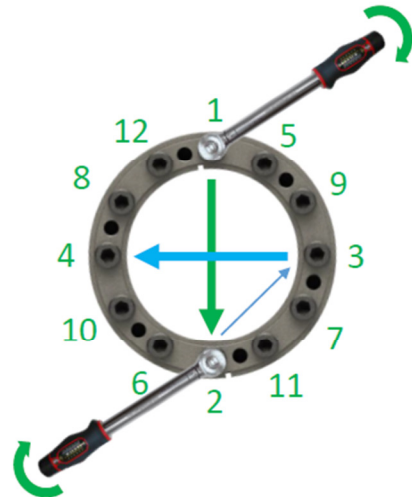

Imagen 4
5. Ajustar la llave dinamométrica al 50% del par de apriete (**Ms**) indicado en el catálogo (ver *Tabla 1*), y apretar los tornillos en cruz hasta completar una vuelta (ver *Imagen 4*); cada tornillo debe ser apretado una sola vez.
6. Ajustar la llave dinamométrica al 100% del par de apriete (**Ms**) indicado en el catálogo (ver *Tabla 1*), y apretar los tornillos en cruz hasta completar una vuelta (ver *Imagen 4*); cada tornillo debe ser apretado una sola vez.